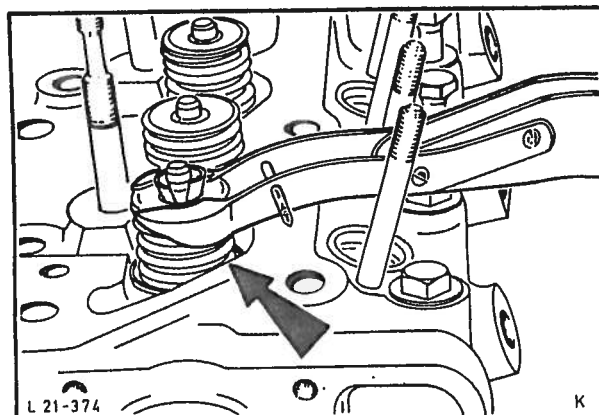

Fig. 125 Montering av ventillåser.
13. Monter ventiltfjærene og tallerknene, press sammen ventiltfjæren med fjærklemmen og monter ventillåsene, fig. 125.